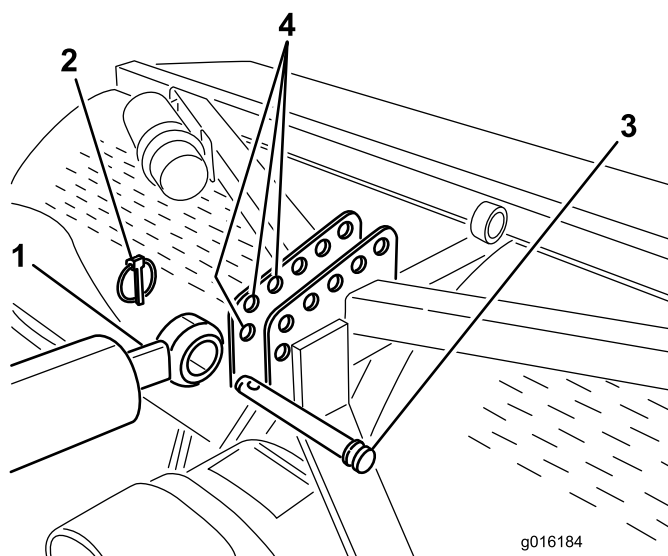
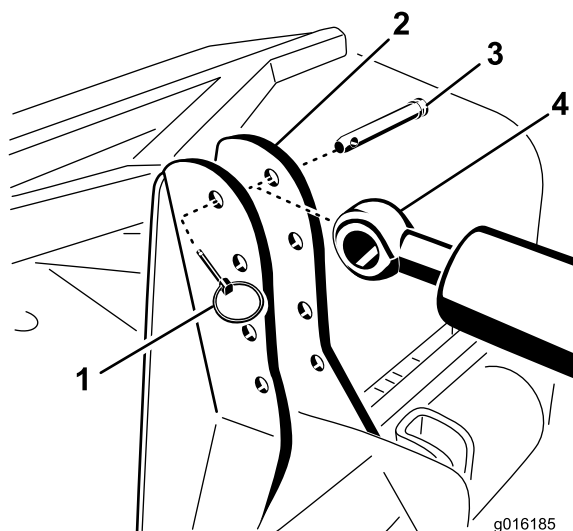
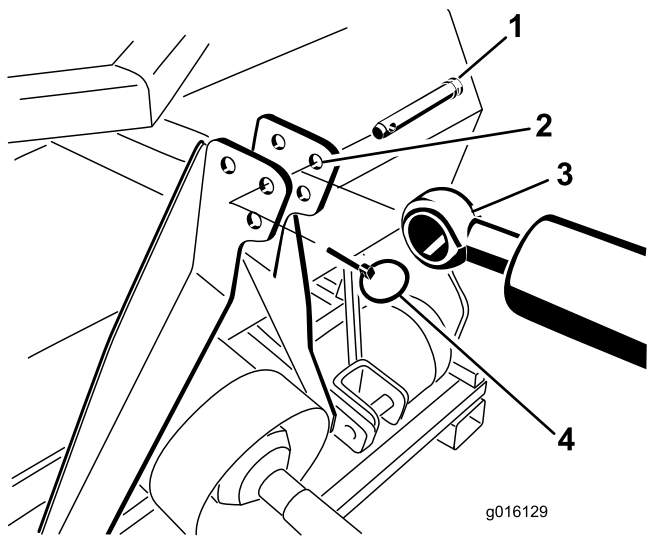

图6
图7
图8
- 使用连杆销和保险销将液压顶部连杆的杆端固定至打孔机支架上最靠前的孔（图6、图7 或图8）。